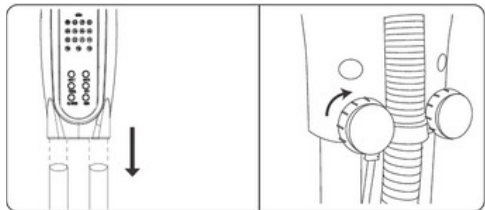

Abb. 2
2. Lösen Sie die beiden Schrauben auf der Rückseite des Geräts (drehen Sie die beiden Muttern nicht vollständig heraus, da diese sonst abfallen). Befestigen Sie die Motoreinheit an den Rohren und ziehen Sie die Muttern fest (Abb. 2).